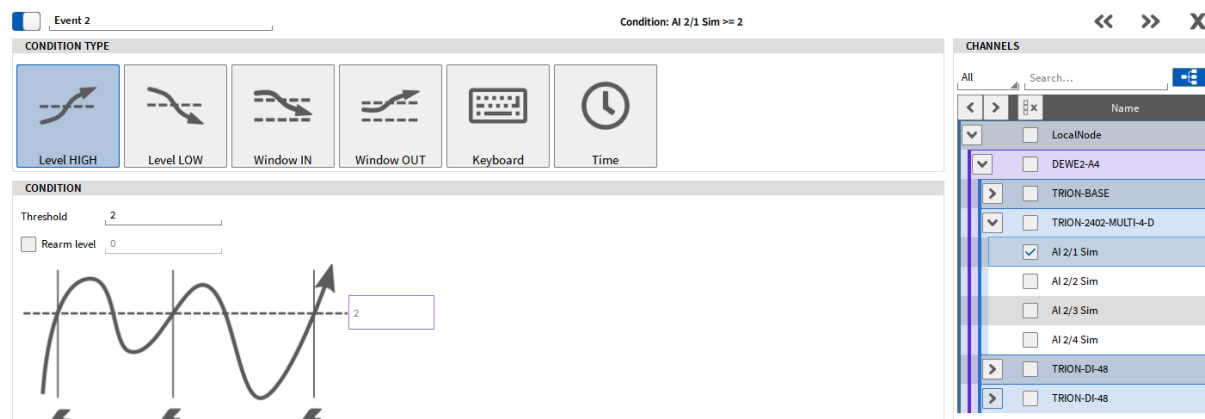

Abb. 9.29: Über-Bedingungstyp, Schwellwert: 2
- Fügen Sie ein weiteres Ereignis hinzu. Wählen Sie *Über* als Bedingungstyp und setzen Sie den Schwellwert auf 2. Wählen Sie den analogen Kanal, welcher als Trigger verwendet werden soll aus der Kanalliste auf der rechten Seite (siehe Abb. 9.29):